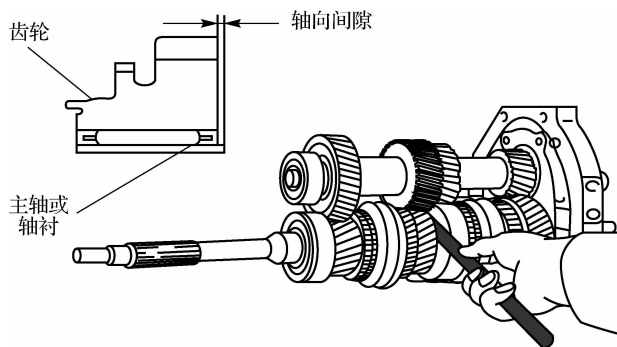

图 6-45 变速器齿轮轴向间隙的检查
(1)变速器齿轮轴向间隙的检查。如图 6-45 所示,用塞尺检查变速器齿轮轴向间隙,如果不符合标准,应通过更换调整垫片将间隙调整至标准值。